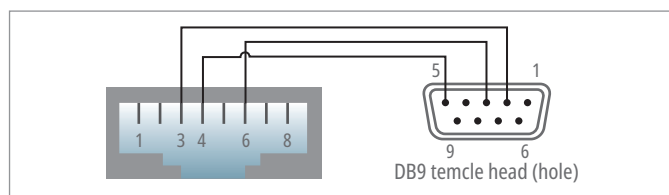

Рис. 4. Схема распиновки кабеля-переходника с разъёмами RJ-45/DB9
- **кабель-переходник с разъёмами RJ-45/DB9** (рис. 3 б). Коммуникационный порт стандарта RS-232/485 в контроллере GCAN-PLC-510 физически выведен на дополнительный разъём RJ-45. Фирменный кабель-переходник позволит вынести сигнальные линии RS-232/485 с разъёма RJ-45 на традиционный, стандартный разъём DB9. Схема распиновки переходника приведена на рис. 4. В табл. 4 указана распиновка сигналов RS-232/485 по разъёмам RJ-45, DB9;